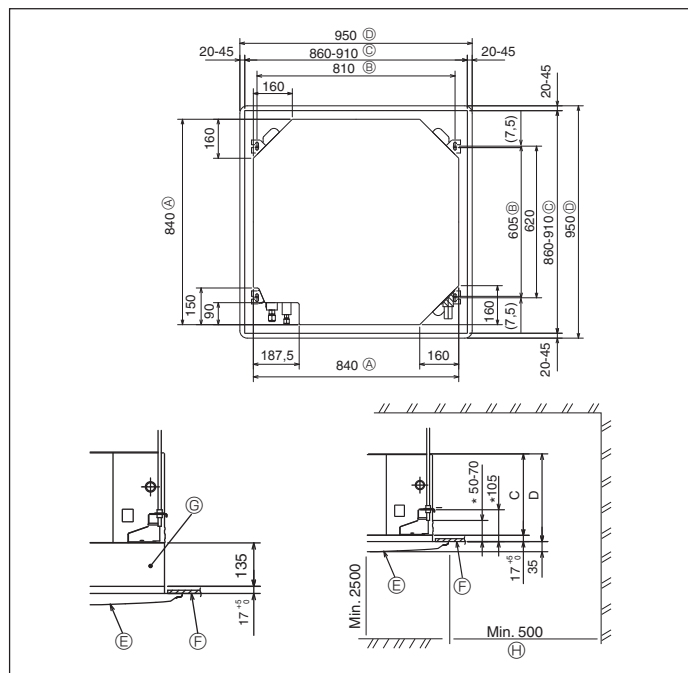

Fig. 3-2
### 3.2. Localizações das aberturas no tecto e da instalação dos parafusos de suspensão (Fig. 3-2)
- As dimensões da abertura do tecto podem ser reguladas dentro dos limites indicados na Fig. 3-2. Por isso, centre a unidade principal na abertura do tecto, de maneira a que os lados opostos correspondentes aos lados da abertura sejam idênticos.